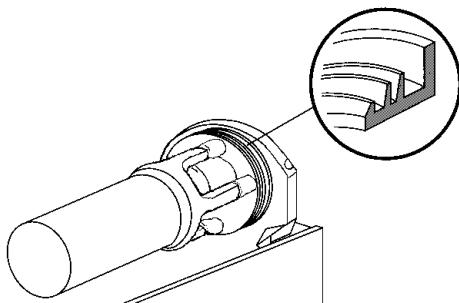

figura 12
- 3 Volver a montar en su alojamiento la junta del contenedor. NOTA: El borde de mayor diámetro debe ser apoyado en la pared posterior (ver figura 12).